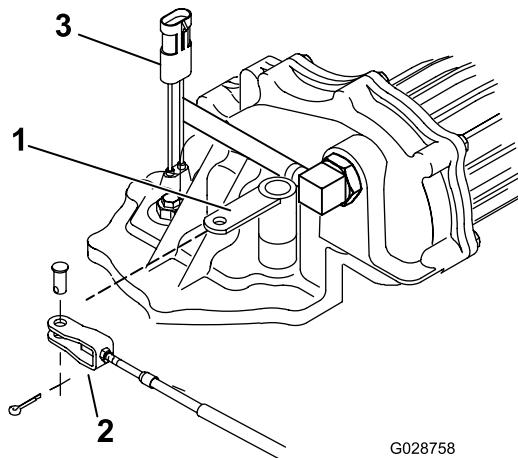

Figura 20
5. Regolate il perno del cavo, i controdadi o il perno e i dadi (che fissano il cavo alla staffa) fino a quando il perno con testa non si infila comodamente attraverso i fori di montaggio allineati del perno e del braccio della leva (Figura 20).